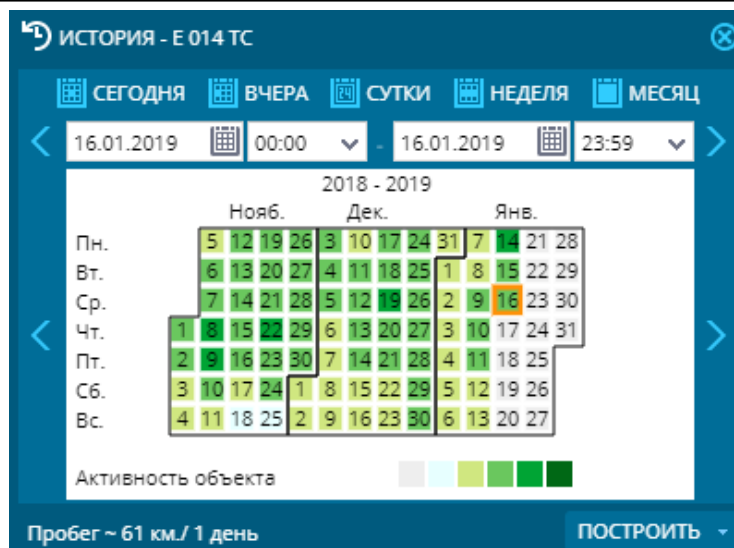

Рисунок 2.24 – Вплывающее окно истории активности объектов
8. Во вкладке **Мониторинг** постройте историю активности объектов, кликнув на значок . После этого появится всплывающее окно (рисунок 2.24), в котором можно выбрать интересующую дату или период, за который будет построена история.